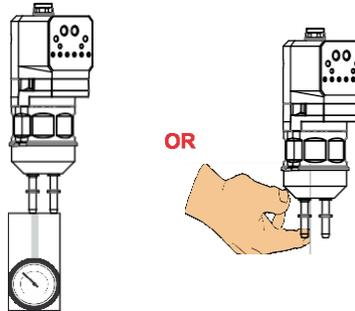

Figura 12 Opzioni di controllo del vuoto
3. Scollegare il tubo della polvere dalla pompa. Collegare un vacuometro al raccordo di aspirazione o posizionare il dito sul raccordo, come illustrato nella Figura 12.